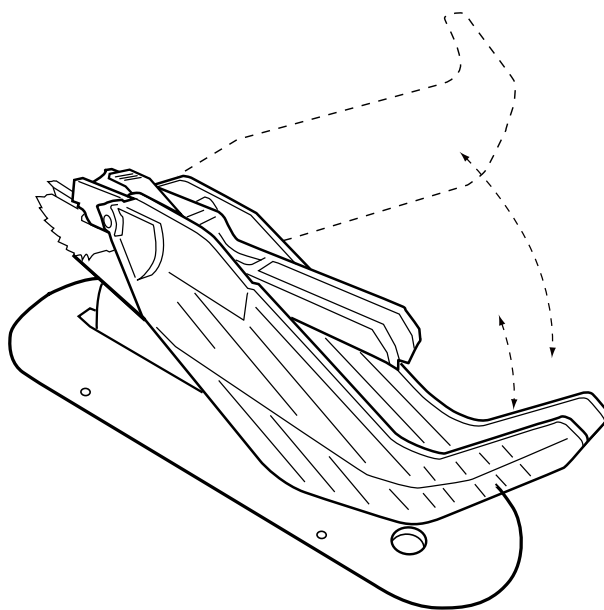

FIGURE 22
1. Reportez-vous à la Figure 22 et, en soulevant le protège-lame par l'avant, soulevez l'écran de protection jusqu'à ce qu'il s'enclenche en position verrouillée au-dessus de la table. Vous pouvez soulever l'un ou les deux écrans de protection.